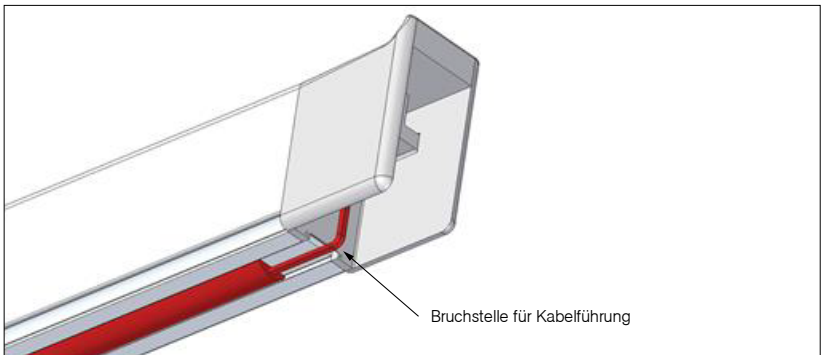

Abb. 48
- » Bruchstelle in der Endkappe für die Kabeldurchführung ausbrechen (Abb. 48)
**Das Band nur an den markierten Bruchstellen kürzen (Abb. 48)!**